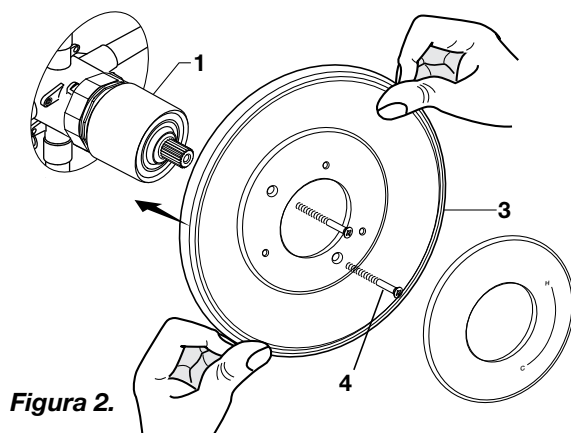

Figura 2.
- Figura 2. Empuje el CHAPETÓN (3) en la TAPA (1) y fije el cuerpo de la válvula usando los TORNILLOS LARGOS (4).